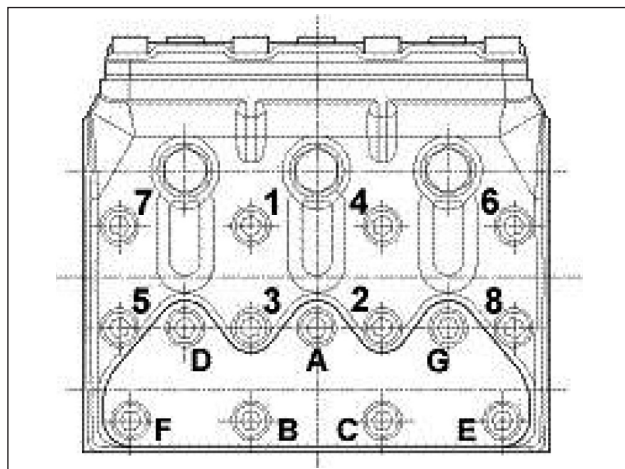

Fig. 24
** Les vis de fixation de la tête, rep. vue éclatée 39, doivent être serrées avec une clé dynamométrique, en lubrifiant la tige filetée et en respectant l'ordre indiqué sur le schéma de la Fig. 24.
*** Les vis et les écrous de fixation des couvercles de la soupape, rep. vue éclatée 40, doivent être serrés avec une clé dynamométrique, en lubrifiant la tige filetée et en respectant l'ordre indiqué sur le schéma de la Fig. 24.